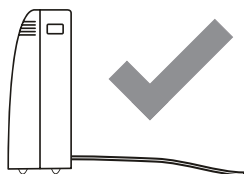

Рис. 21
**ВНИМАНИЕ:** Пожалуйста, убедитесь, что высота сливного шланга расположена не выше высоты сливного отверстия, иначе резервуар для воды не будет опустошаться. (Рис. 21 и 22)